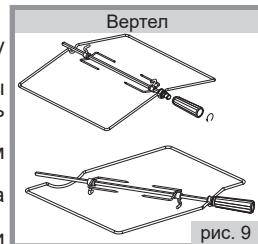

рис. 9
■ В зависимости от комфортности электрошкафы могут комплектоваться вертелом различной конструкции со съемной рукояткой (рис.9). При установке и извлечении использовать рукоятку, которая накручивается на резьбовую втулку.